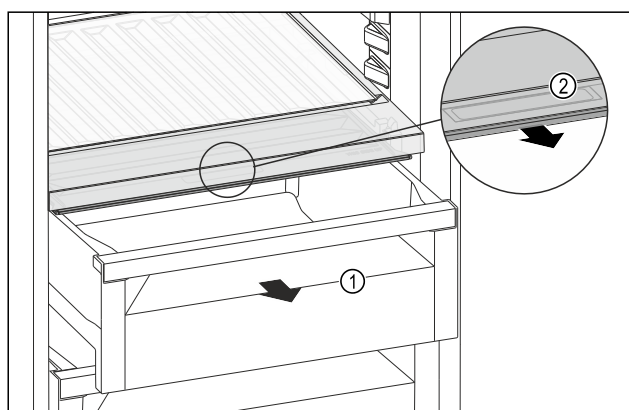

Fig. 176
- Schubfach Fig. 176 (1) herausziehen.
- Griffmulde Fig. 176 (2) am Fachdeckel anfassen und Fachdeckel gleichzeitig nach vorne ziehen.